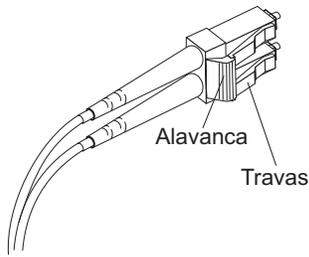

Figura 31. Alavanca e trava do cabo Fibre Channel LC-LC
1. Na extremidade do cabo LC-LC que se conecta ao módulo SFP ou à placa de barramento host, pressione e segure a alavanca para soltar as travas, como mostra a Figura 31 na página 55.